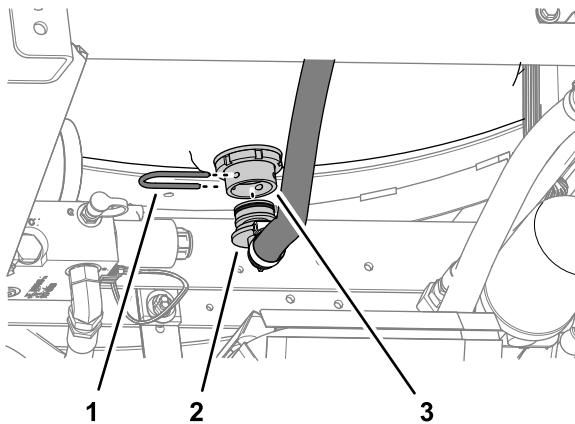

Figura 3
- Na parte inferior do depósito de lavagem, retire a forquilha de retenção que prende a união de 90° do tubo de fornecimento à união do anteparo (Figura 3).
- Retire a união de 90° da união do anteparo (Figura 3).